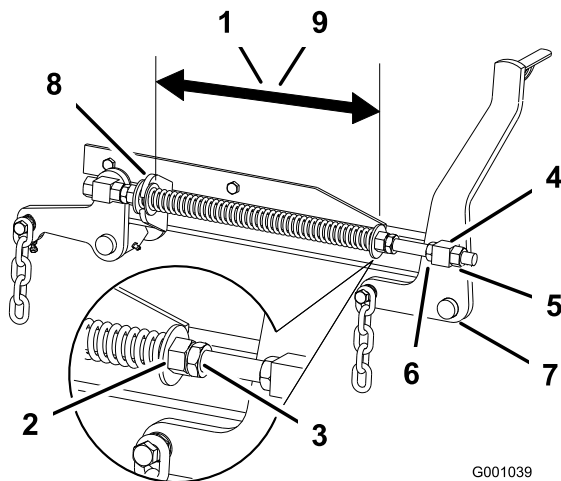

Bild 74
2. Prüfen Sie den Abstand zwischen den beiden großen Scheiben. Für Mähwerke mit 132 cm sollte der Abstand 28,2 cm und für Mähwerke mit 152 cm sollte der Abstand 26,7 cm betragen (Bild 74).
3. Stellen Sie den Abstand ein. Lösen Sie die Federklemmmutter und drehen Sie die Mutter vorne an jeder Feder (Bild 74). Wenn Sie die Mutter nach rechts drehen, wird die Feder verkürzt. Wenn Sie die Feder nach links drehen, wird sie verlängert.
4. Arretieren Sie die Mutter, indem Sie die Federklemmmutter anziehen (Bild 74).